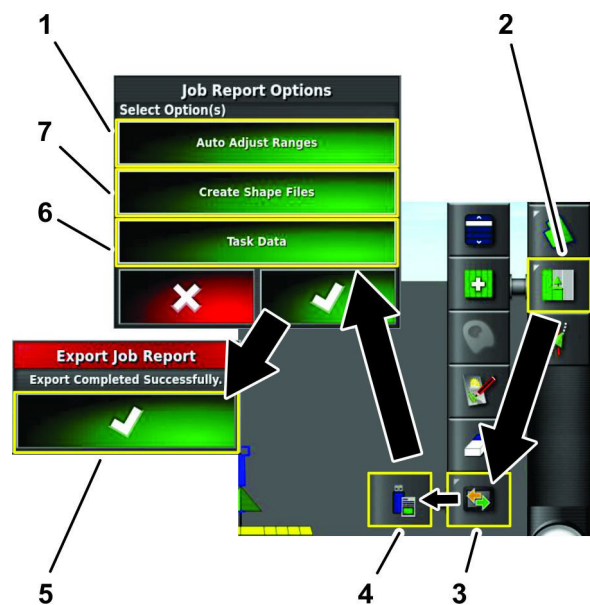

Figura 29
1. Premete l'icona Menu dell'attività (Figura 29).
2. Premete l'icona Menu di scambio dati (Figura 29).
3. Premete l'icona Esportazione del report dell'attività su USB (Figura 29).
5. Premete l'icona CREA FILE DELLE FORME (Figura 29).
6. Nella finestra di dialogo Opzioni per i report delle attività, premete l'icona Conferma (Figura 29).
7. Nella finestra di dialogo Esportazione report delle attività, premete l'icona Conferma (Figura 29).